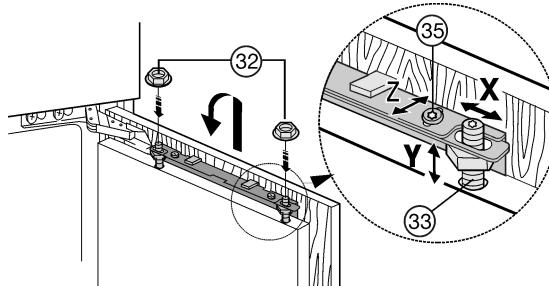

Fig. 21
- Möbeltür auf die Justagebolzen Fig. 21 (33) einhängen und Kontermuttern Fig. 21 (32) locker auf die Justagebolzen schrauben.
- Möbeltür in der Höhe Y und in der seitlichen Neigung ausrichten: Justagebolzen Fig. 21 (33) mit einem Schraubendreher einstellen.
- Kontermuttern Fig. 21 (32) anziehen.